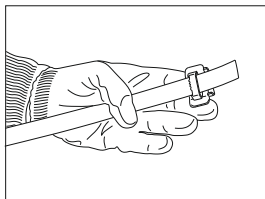
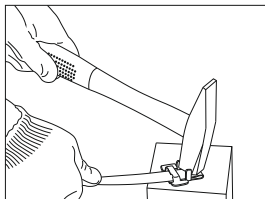

Рисунок 1
Рисунок 2
- конец ленты бандажной вставить в скрепу С-20/Б-20 (рисунок 1) и согнуть при помощи молотка (рисунок 2);